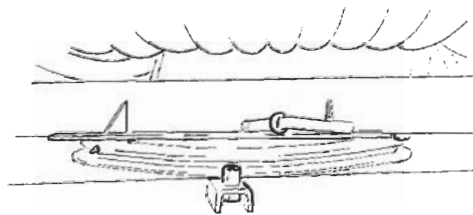

fig. 3
- 5) controllare il serraggio dei bulloni della ralla girevole porta bobina (fig.3).
- 5) Check the reel turntable bolts are tight (fig. 3).